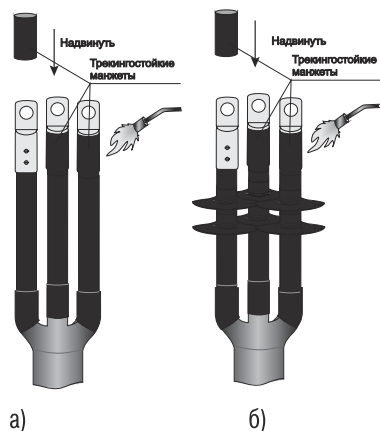

Рисунок 12
4.26.5 Обезжирить на каждой жиле цилиндрическую часть наконечников и трубку по жиле на длине 60–70 мм. Надвинуть трекингостойкие манжеты (красного цвета) на трубчатую часть наконечников и усадить их, начиная с середины (рисунок 12а, 12б). После усадки манжеты должны плотно облегать наконечники и трубки на жилах. По торцам манжет должен выступить расплавленный клей.